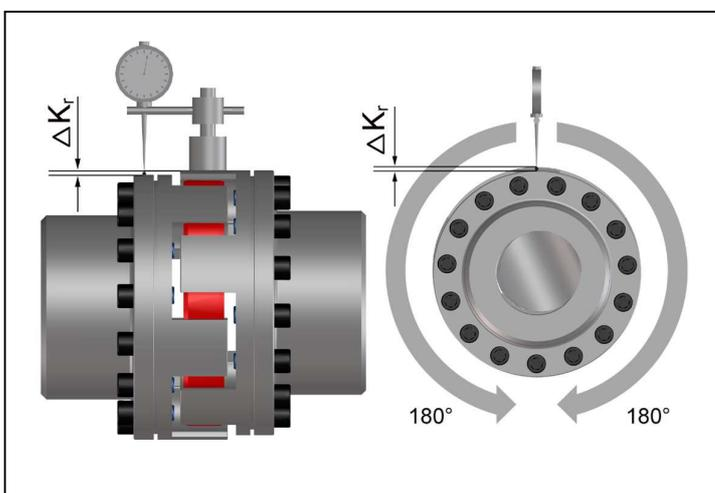

Bild 8
- Vermessen Sie eine ganze Umdrehung (360°). Ermitteln Sie dabei die größte Abweichung  $K_{r1}$  sowie die kleinste Abweichung  $K_{r2}$  (Bild 8). Berechnen Sie die Radialverlagerung  $\Delta K_r = 0,5 \times (K_{r1} - K_{r2})$ . Beachten Sie die Vorzeichen der Messwerte.